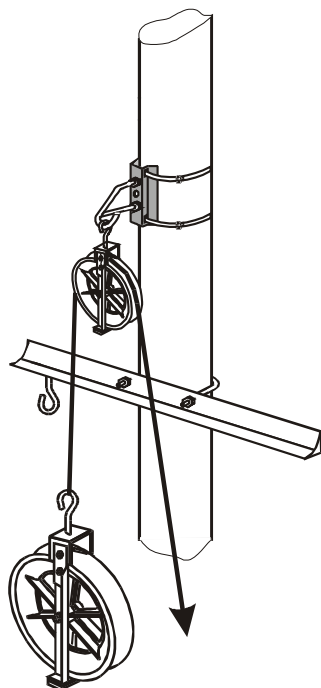
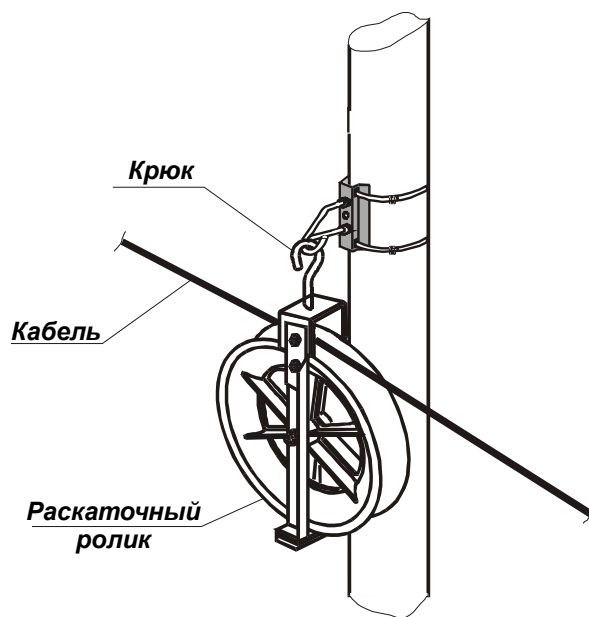

Рис.2.
Рис.3.
5.2. Для подъёма тяжёлых роликов на опоры используются лёгкие ролики и соответствующие этим роликам канаты (рис.2). Ролики крепятся к траверсам (консолям) опор крюком либо проушиной (при необходимости используется сцепная арматура (рис.3).